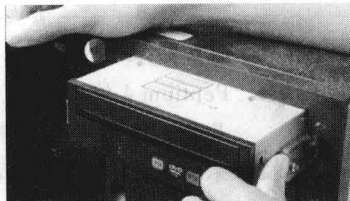

图 1-8 安装光驱
(7) 安装光驱
① 拆掉机箱前面板上为安装 5.25in 设备而预留的挡板。
② 检查一下光驱的主从配置。如果只有一个光驱，应将“主从选择”端口中的“短接端子（小黑帽）”安放到外壳上标记有“master（MA）”的位置，使其作为主设备工作（出厂设置一般为“主设备”）；如果有两个光驱，则一个短接到“master（MA）”作为主设备工作，另一个短接到“slave（SL）”作为从设备工作。
③ 完成主从配置后,将光驱由外向内推入固定架上。
④ 拧上细牙螺钉,调整光驱的位子,使它与机箱面板对齐,拧紧螺钉,如图 1-8 所示。
⑤ 将主板附送的 40 线 IDE 扁平电缆,以红色线对向插座 1 脚那边,或根据插头、座的缺口定位边,插入主板的 IDE2 插座,另一端插入光驱的 40 线端口。